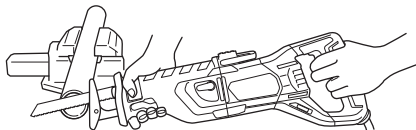

Fig. 17
- (1) Sujete firmemente una pieza de trabajo antes de la operación. (Fig. 17)